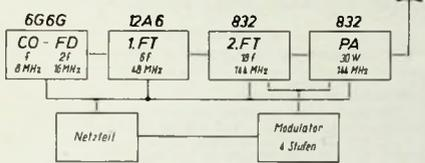

Bild 1. Blockschema des 2-m-Senders
dem Blockschema Bild 1 hervor. An die Quarzoszillatorstufe (CO) mit der Röhre 6G6G, in der gleichzeitig eine Frequenzverdoppelung (FD) stattfindet, schließt sich eine Frequenzverdrehstufe mit der Röhre 12A6 an. Wenn der Quarz auf 8 MHz schwingt, tritt also in dieser Stufe bereits eine Frequenz von 48 MHz auf. In der zweiten Frequenzverdrehstufe, die mit der Röhre 832 arbeitet und bereits eine Leistungserhöhung bewirkt, wird die Frequenz 144 MHz erreicht. Der folgende Endverstärker (PA) mit einer weiteren Röhre 832 arbeitet mit einer Leistung von 30 Watt gleichfalls auf 144 MHz.